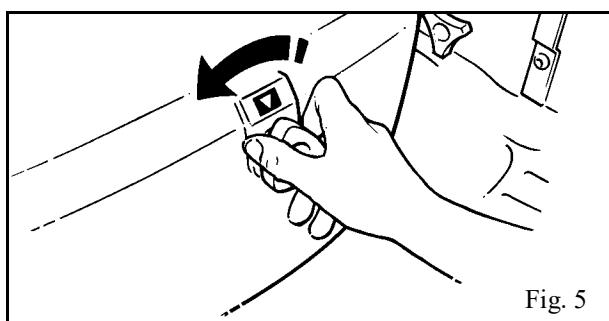

Fig. 5
**Neutralización de bajada por fallo del sistema:-** Esta función se puede usar en caso de ocurrir un fallo del control general. En el poco probable caso de que el control manual o el panel de control doble no accione la grúa con un paciente todavía sostenido por el arnés, se podrá bajar al paciente usando el botón de neutralización de bajada situado a la derecha de la cubierta principal. Una etiqueta situada encima del interruptor. (Véase la fig. 5)
1. Para accionar la función de neutralización de bajada, gire media vuelta el mando en el sentido contrario al de las agujas del reloj. (Véase la fig. 5)